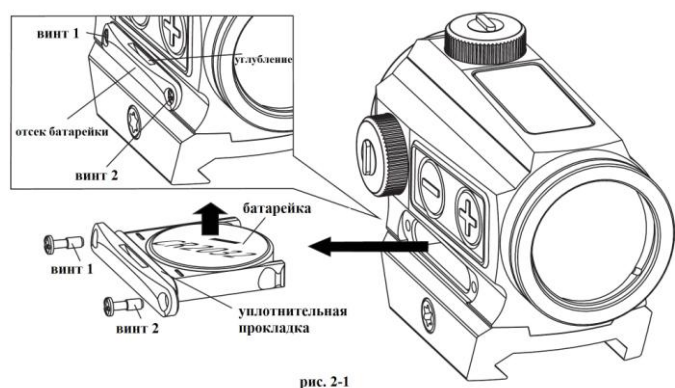

рис. 2-1
1) Извлечение батарейки (см. Рис.2-1):